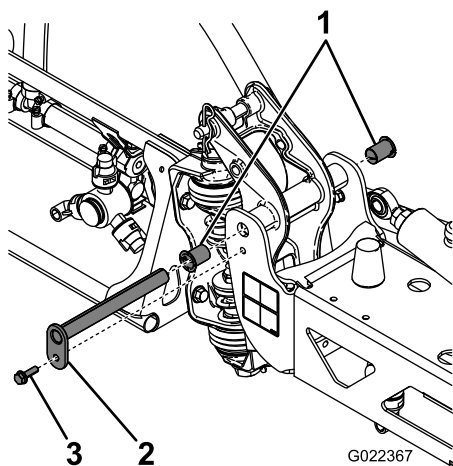

Figura 59
3. Con el peso del brazo apoyado, retire el perno y la tuerca que fijan el pasador de giro al conjunto del brazo (Figura 59).
4. Retire el perno y la tuerca que sujetan el pasador de giro y retire el pasador (Figura 59).
6. Retire los casquillos de nailon desde delante y desde detrás del soporte de giro e inspecciónelos (Figura 59).
7. Aplique una pequeña cantidad de aceite en los casquillos de nylon e instálelos en el soporte del pivote (Figura 59).
8. Instale el conjunto de brazo y soporte del pivote en el bastidor central, alineando los orificios (Figura 59).